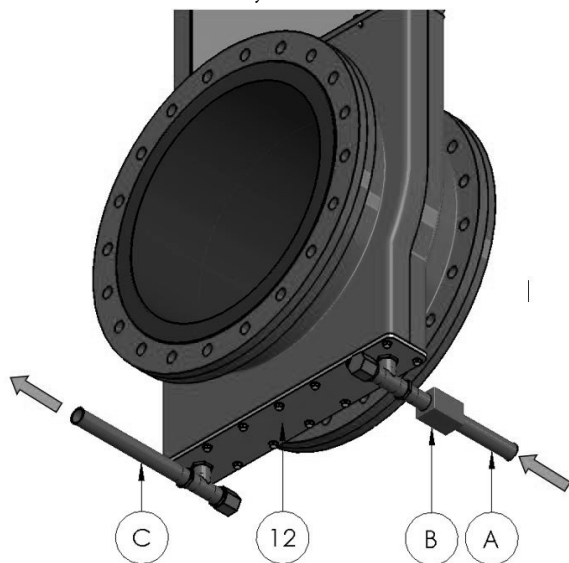

Figura 11. Ejemplo de purga 2.
En el ejemplo de purga 2 (Figura 11), el agua se suministra por un lado y se drena por el otro lado de la válvula. Es necesario disponer de una válvula de cierre (B) en el lado ascendente o de suministro del conducto de agua de purga para evitar que el agua corra constantemente. Puede estar situada en cualquier lugar, pero suele estar cerca de la válvula.